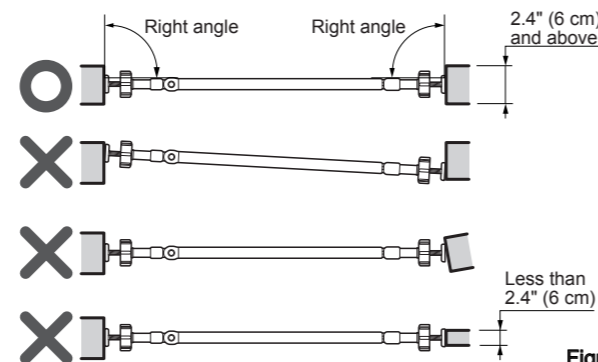

Figure 7
- Be sure to place the product against walls with a width of 2.4" (6 cm) and above, and on a flat sturdy surface (Fig. 7).
- Be sure the product is securely fixed. If not, tighten Adjuster Knobs as necessary (Fig. 7).
- Make sure sides of body are parallel to the wall (Fig. 7).
- Asegúrese de colocar el producto contra paredes de 6 cm (2,4") de espesor o más, y sobre una superficie plana y firme (Fig. 7).
- Asegúrese de que el producto esté firmemente sujeto. Si no fuera así, apriete las perillas de ajuste según sea necesario (Fig. 7).